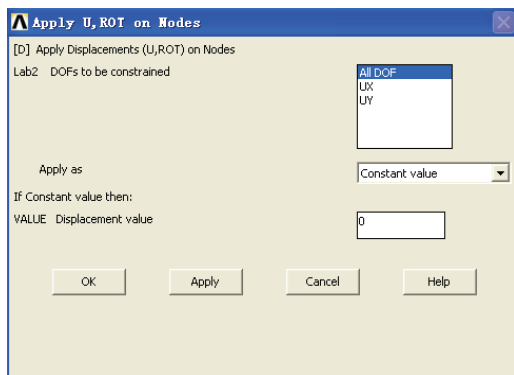

图 5-108 施加位移约束对话框
4) 选择 Main Menu | Solution | Define Loads | Apply | Structural | Displacement | On Nodes 命令, 出现 Apply U,ROT on N 拾取菜单, 单击 Pick All 按钮, 出现 Apply U,ROT on Nodes 对话框, 在 Lab2 DOFs to be constrained 列表框中选择 All DOF, 在 Apply as 下拉菜单中选择 Constant value, 在 VALUE Displacement value 输入栏中输入 0, 如图 5-108 所示, 单击 OK 按钮关闭该对话框。